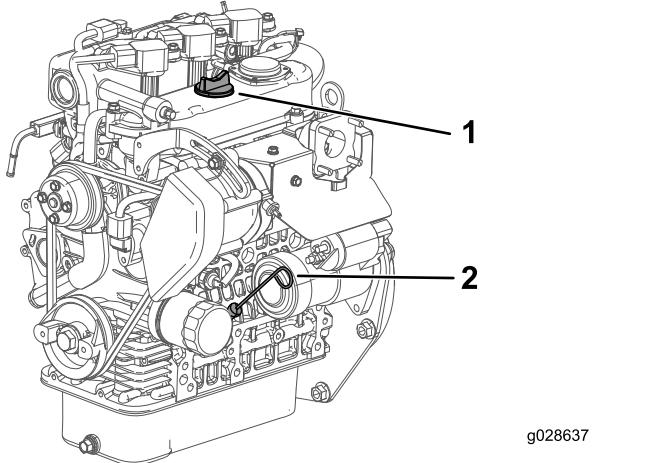

Figure 15
2. Retirez la jauge et essuyez-la sur un chiffon propre (Figure 15).
3. Remettez la jauge dans le tube en l'enfonçant complètement (Figure 15).
4. Ressortez la jauge et contrôlez le niveau d'huile (Figure 15).
5. Si le niveau est trop bas, enlevez le bouchon de remplissage (Figure 15) et ajoutez la quantité d'huile nécessaire pour amener le niveau au repère maximum sur la jauge.
6. Revissez la jauge solidement en place (Figure 15).